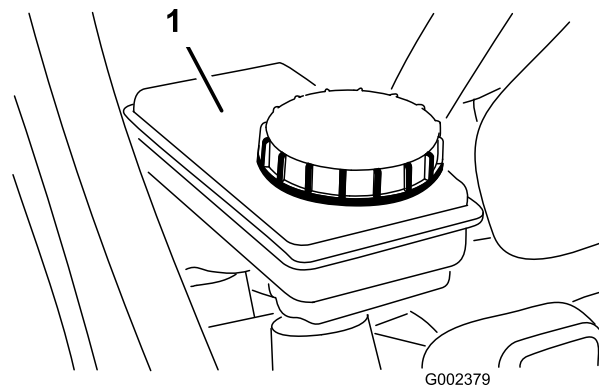

Figura 24
2. Asegúrese de que el nivel de fluido llegue a la línea Lleno del depósito (Figura 24).
3. Si el nivel de líquido es bajo, limpie la zona alrededor del tapón, retire el tapón y llene el depósito hasta el nivel correcto con el líquido de frenos especificado (Figura 24).